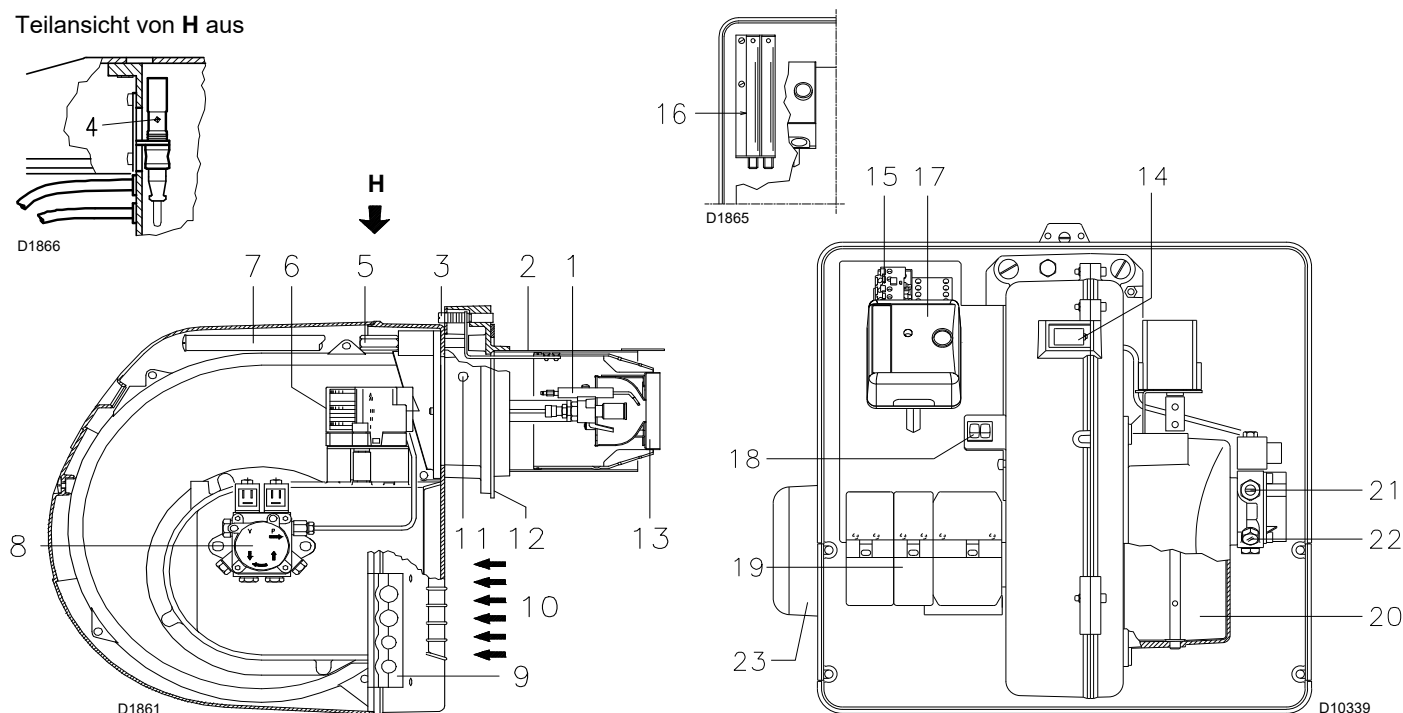
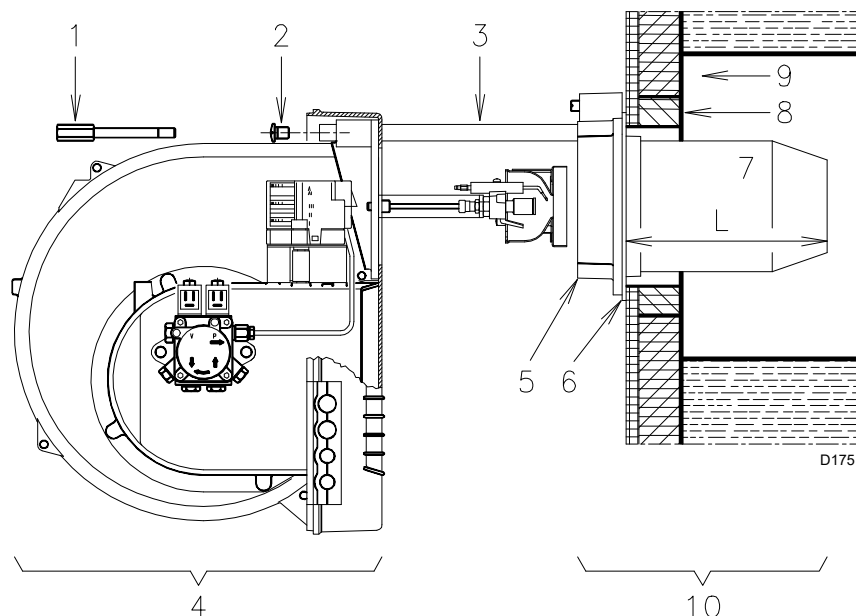

Abb. 6
Abb. 11
Das Aufleuchten des Druckknopfes des Gerätes 18)(Abb. 6) weist auf eine Störabschaltung des Brenners hin.
- Sollte es nötig sein, die Düse bei bereits am Heizkessel angebrachtem Brenner auszutauschen, den Brenner nach Montage der Verlängerungen 16)(Abb. 6 Seite 10) wie in Abb. 11 Seite 13 gezeigt öffnen und wie oben beschrieben vorgehen.